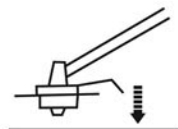

Fig. 19
- > A cabeça do cortador de relva possui um amortecedor [33] para aumentar o fio de corte [34] durante a utilização. Para aumentar o fio de corte, toque com o amortecedor numa superfície rígida (fig. 19).